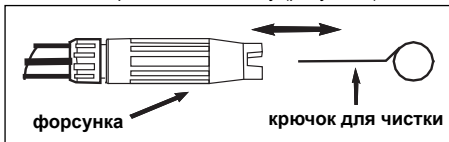

Рис. 5 - Чистка форсунки специальным крючком
- Для предотвращения случайного включения по окончании работы с мойкой убедитесь, что курок пистолета заблокирован (рис. 5).
6. С помощью специального крючка из комплекта поставки произведите чистку (рисунок 5)